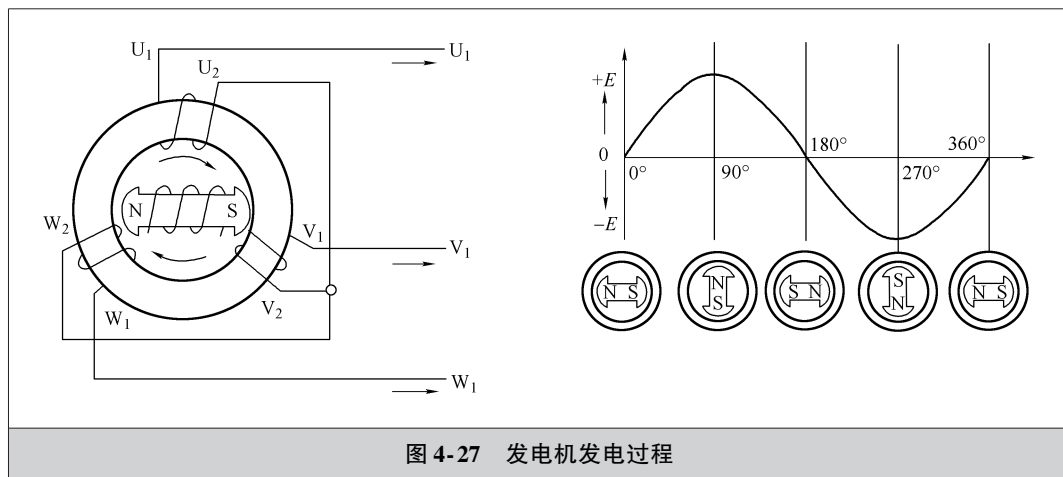
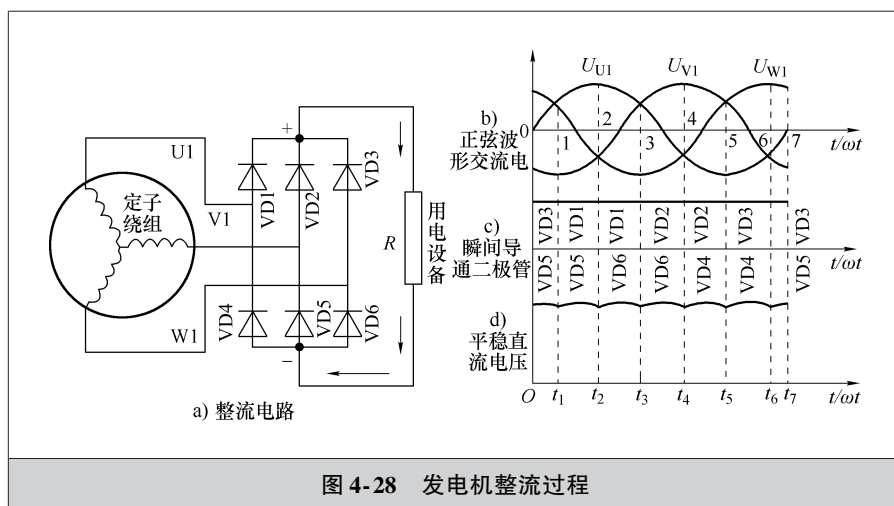

图 4-27 发电机发电过程
图 4-28 发电机整流过程
1) 发电机发电过程如图 4-27 所示。
① 发动机带动发电机内部转子旋转，产生旋转磁场。
② 磁场外发电机壳体（铁心）上固定有 3 相定子绕组，3 相绕组彼此相隔 120° 。
③ 当转子旋转时，旋转的磁场使固定的电枢绕组中通过的磁通量发生变化，而在定子电枢绕组中产生三相感应电动势，产生近似于正弦波的交流电。
2) 发电机整流过程如图 4-28 所示。将交流电变成直流电的过程叫作整流。在汽车交流发电机中，利用整流器将发电机发出的三相交流电整流为直流电。整流原理如下：
① $t=0$ 时， $U_{U1}=0$ ， U_{V1} 为负值， U_{W1} 为正值，则二极管 VD3、VD5 获得正向电压而导通。电流从 W1 相出发，经 VD3、用电设备、VD5 回到 V1 相构成回路。二极管内阻很小，因此这时 W1、V1 之间的电压都加在负载上。
② $t_1 \sim t_2$ 内，U1 相电压最高，V1 相电压最低，因此 VD1、VD5 处于正向电压下而导通，